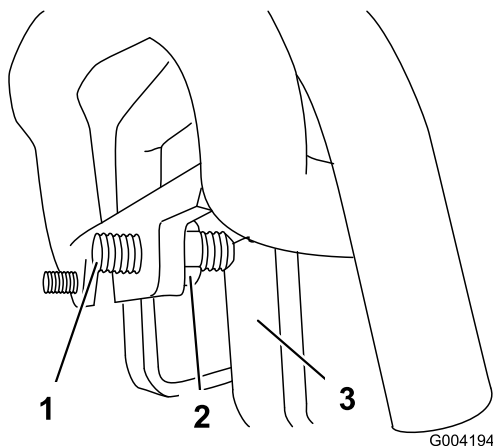

Bild 57
3. Falls die Maschine nach **links** zieht, lockern Sie die **rechte** Klemmutter und stellen Sie die Spurweiten-Stellschraube vorne am Fahrtrieb ein (Bild 57).
4. Falls die Maschine nach **rechts** zieht, lockern Sie die **linke** Klemmutter und stellen Sie die Spurweiten-Stellschraube vorne am Fahrtrieb ein (Bild 57).